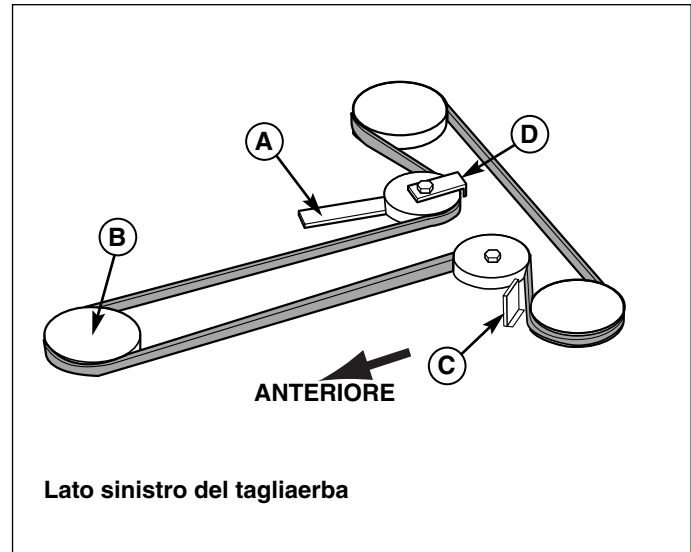

Figura 41. Instradamento tipico della cinghia del tagliaerba - Basi a due lame
3. Spingere la leva di rinvio (A, Figura 41 o 42) per rilasciare la tensione della cinghia. Far cadere la cinghia dalle puleggia della PTO (frizione elettrica).